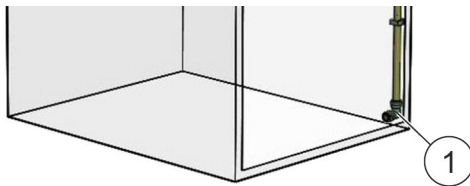

Abb. 33: Winkel und Stopfen
3. ➔ Am Ende des Ansaugrohrs im unteren Bereich des Schrankes einen Winkel montieren und den Winkel mit einem Stopfen (Abb. 33/1) verschließen.